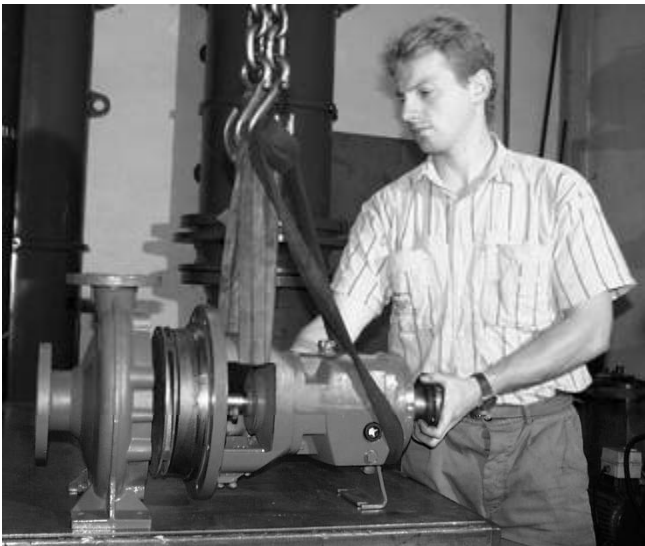

Bild 9
- Spiralgehäuse (4) über Entleerungsstopfen (E) entleeren.
- Verschraubungen sämtlicher Hilfsrohrleitungen (Sperrung, Kühlung, Quenchen, etc.) lösen und Schmieröl aus Lagerträger (10) über Ölablassschraube (AS) ablassen.
- Laufeinheit an Hebezeug hängen, so dass beim Ausbau die Laufeinheit weder nach unten sackt, noch nach oben im Spiralgehäuse (4) drückt. Befestigungsbeispiel siehe Bild 9.